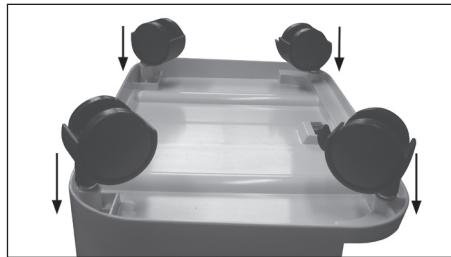

Abb. 4
- Die zwei mitgelieferten Laufrollen mit Feststellbremse in die beiden vorderen Öffnungen am Gehäuseboden einführen und so weit einschieben bis die Rollenachse dort einrastet. Die zwei Laufrollen ohne Feststellbremse ebenso in die beiden hinteren Öffnungen einschieben (siehe Abb. 4).